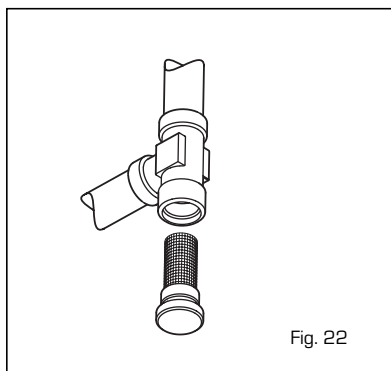

Fig. 22
4.5.2 Pulizia "Aqua Guard Filter System" (fig. 22)
4.5.3 Funzione asciugatura massetto (fig. 22/a)